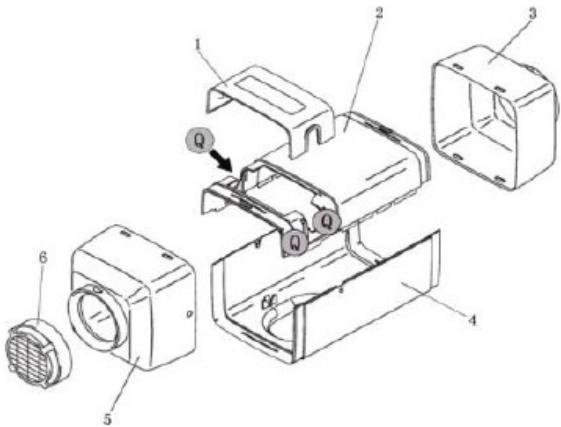
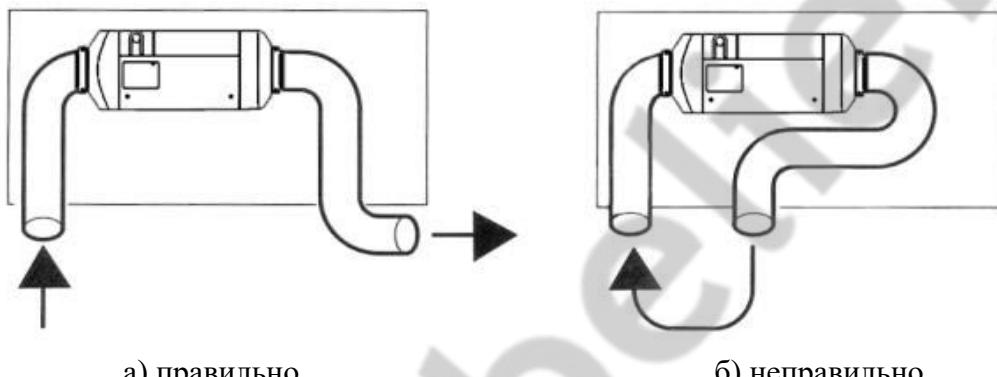

Рис. 4
Рис. 11
Структура кожуха представлена на Рис.4. Он состоит из верхней крышки 2 (крышка распределительной коробки 1 может быть зафиксирована на отверстии в верхней крышке), нижней крышки 4, крышки на входе воздуха 6, крышки на входе потока воздуха в печку 5 и крышки на выходе горячего воздуха 3. Эти компоненты формируют канал прохождения воздуха. Крыльчатка вентилятора (Рис.6 -3) осуществляет забор холодного воздуха. Воздух нагревается теплообменником и выдувается наружу.
4.3.6 В случае внутренней установки печки необходимо принять меры чтобы избежать опадания горячего воздуха с выхода на входной порт печки (как показано на Рис. 11). Если в этом режиме входная труба не подсоединяется, то на входе печки должна быть установлена крышка с сеткой (Рис. 4 -6). Воздух на вход печки должен поступать из холодных мест салона, таких как места под креслами или задним диваном.